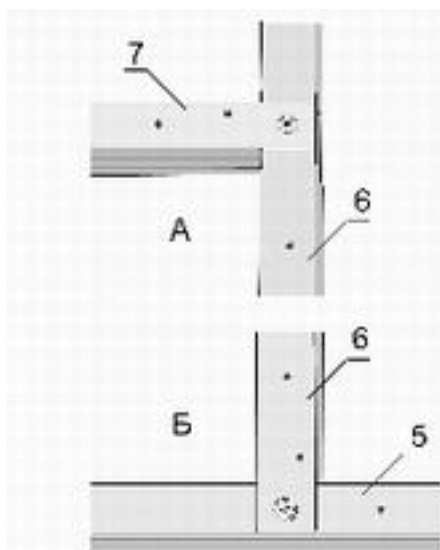
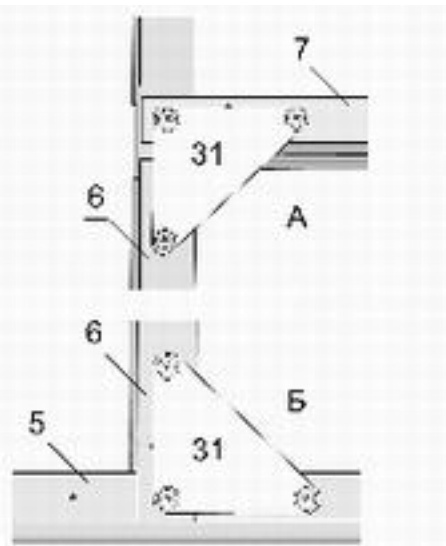

Рис. 8
Рис. 9
3.1.7. *Сборку дверного проема начните с наружной стороны теплицы (рис. 8), так как с внутренней стороны, в местах соединения, необходимо закрепить косынки №31 для фиксации двери (рис. 9).*